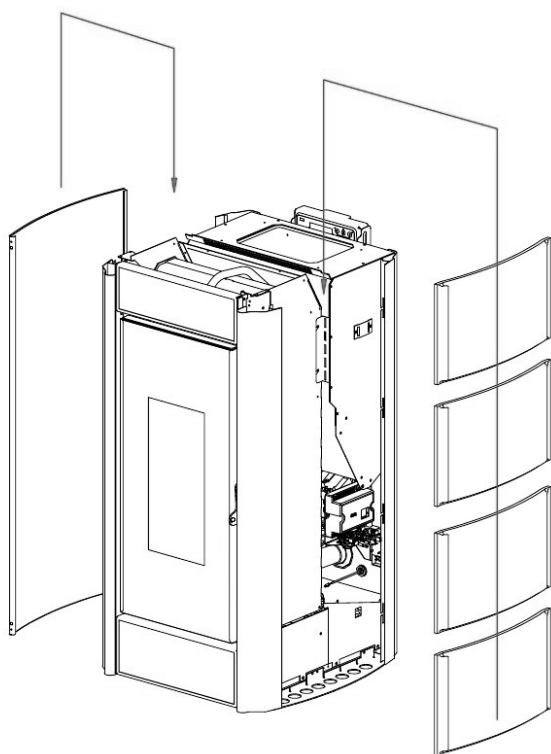

Fig. 41 - Insérer les flancs
- Insérer les flancs sur les guidages prévus à cet effet en les faisant descendre lentement jusqu'au fond (voir **Fig. 41**).